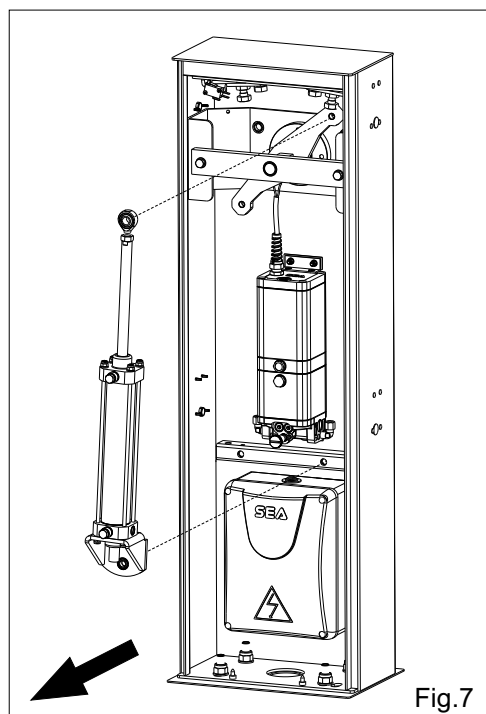
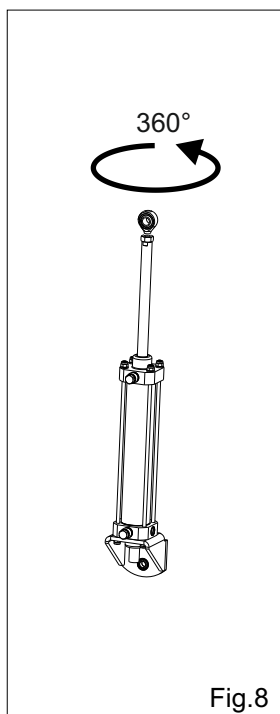

Fig.7
Fig.8
Si la barrera tiene la apertura a derecha cambiar el pistón de derecha a izquierda (Fig.7 y 9) dejando girar el pistón en su mismo eje de 360° (Fig.8).
N.B.: antes de que se invierta el pistón aflojar por un medio giro los dos empalmes de los tubos de conexión entre la centralita oleodinámica y el pistón hidráulico para facilitar la inversión (solo en la centralita) como en Fig. 7, teniendo cuidado a no provocar oclusiones en los tubos flexibles (no visible en las figuras)